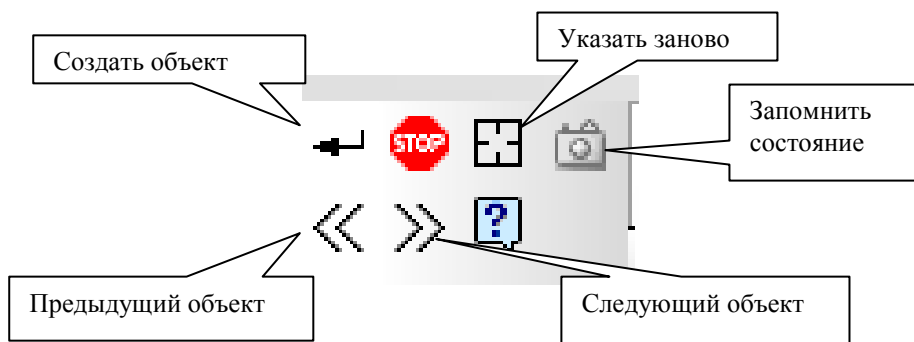

Рис. 8
4) С помощью кнопки «**Создать объект**» на «**Панели специального управления**» (рис. 8) зафиксируйте обе вспомогательные прямые.
12) Щелчком мыши на кнопке «**Прервать команду**»  на «**Панели специального управления**» завершить работу команды (рис. 8).